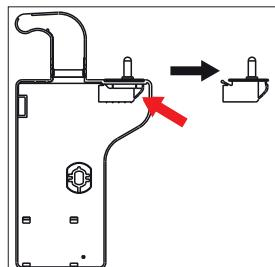
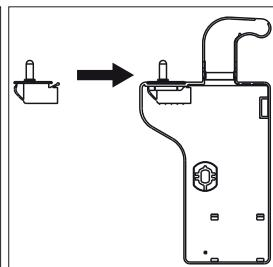

Rys. 1
Rys. 2
- ▶ Wkrętakiem krzyżakowym wykręć śrubę mocującą osłony zawiasu (1) (rys. 1) i delikatnie ściagnij osłonę (rys. 2).
- ▶ Naciśnij zwolnenie blokady na wtyku kabla i wyciągnij go jednocześnie z gniazda przy osłonie zawiasu (1).
- ▶ Zdejmij całkowicie osłonę zawiasu (1).